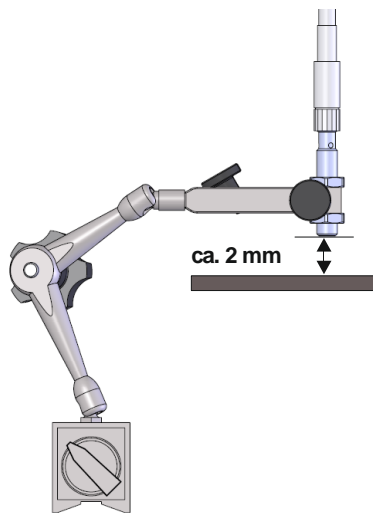

Abb. 3: Positionierung Näherungsschalter
- Der Näherungsschalter muss mit ca. 2 mm Abstand zu der detektierenden Oberfläche (Werkzeug) positioniert werden → Abb. 3.